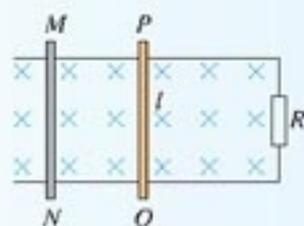

图4.5-5 导体 MN 和 PQ 以相同速度向右运动
3. 设图4.5-5中的磁感应强度 $B = 1\text{ T}$, 平行导轨宽 $l = 1\text{ m}$, MN 、 PQ 金属棒均以 1 m/s 速度贴着导轨向右运动, $R = 1\ \Omega$, 其他电阻不计。